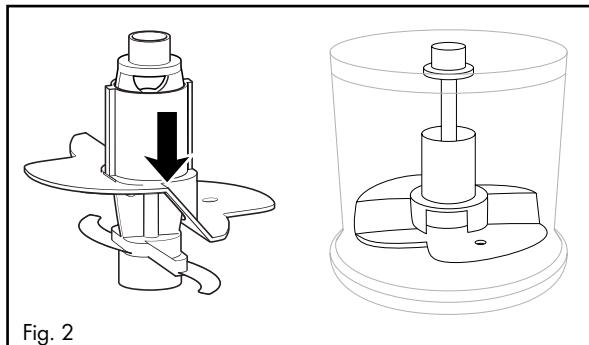

Fig. 2
- Pentru 100 ml de frișcă introduceți-l pe suportul cuțitului **5**, astfel încât discul de emulsificare **6** să se sprijine pe ambele cuțite **7** și să se fixeze (fig. 2):